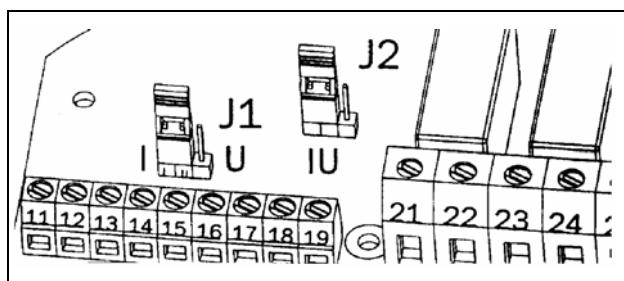

Рис. 52 Выбор В / мА для аналогового выхода.
- Установите перемычку J2 на плате управления в положение, соответствующее напряжению (U) или току (I). Заводская установка – напряжение. См. рис. 52 на с. 52 и рис. 24 на с. 28.